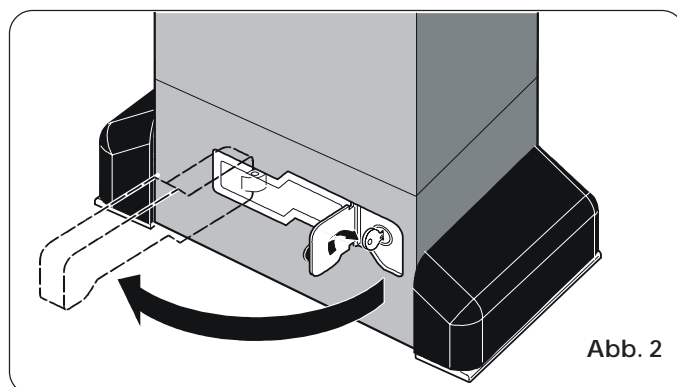

Abb. 2
- 2) Den Schlüssel im Uhrzeigersinn drehen und den Entriegelungshebel laut Angaben in Abb. 2 ziehen.